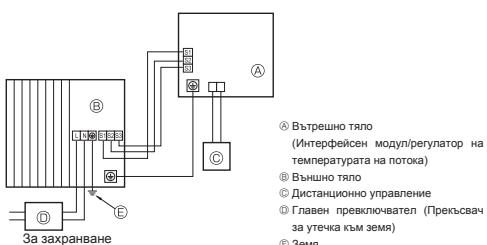
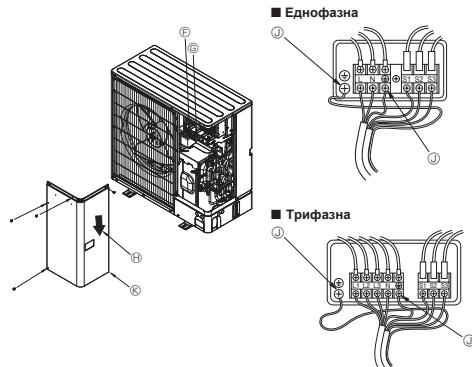

Fig. 8-1
Fig. 8-2
8.1. Външен модул (Fig. 8-1, Fig. 8-2)
- ① Отстранете сервисния панел.
- ② Опровергайте кабелите, като направите справка с Fig. 8-1 и Fig. 8-2.